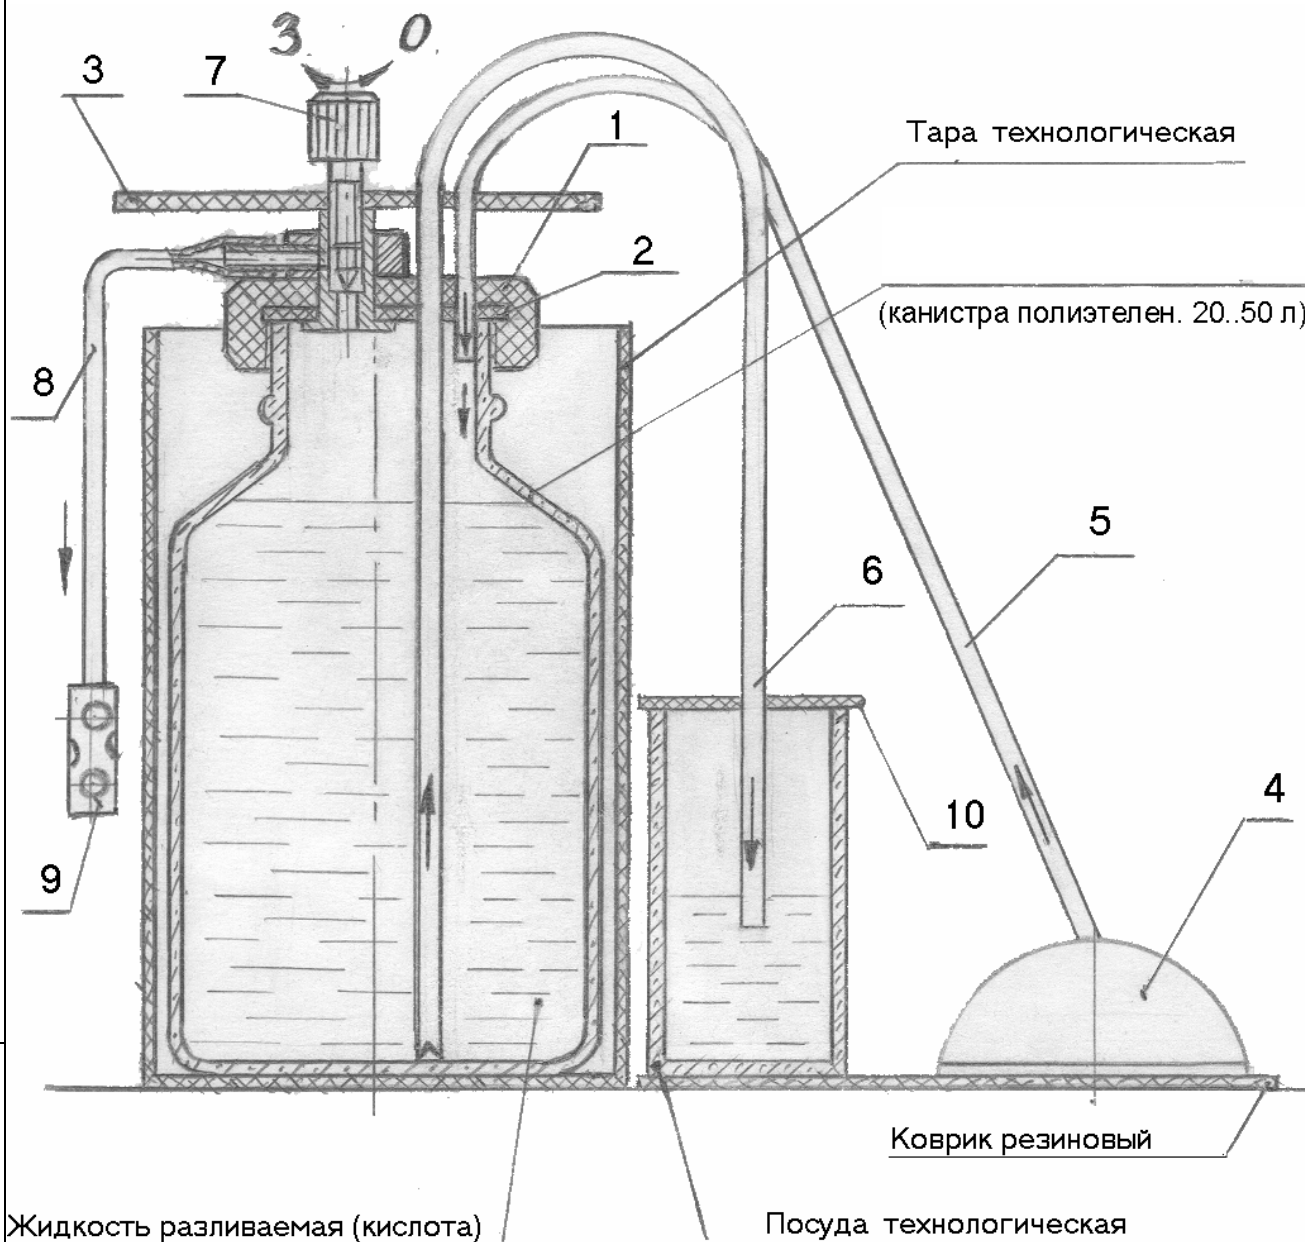

Рис. 1.
- 3.1. Основные элементы устройства показаны на рис. 1.